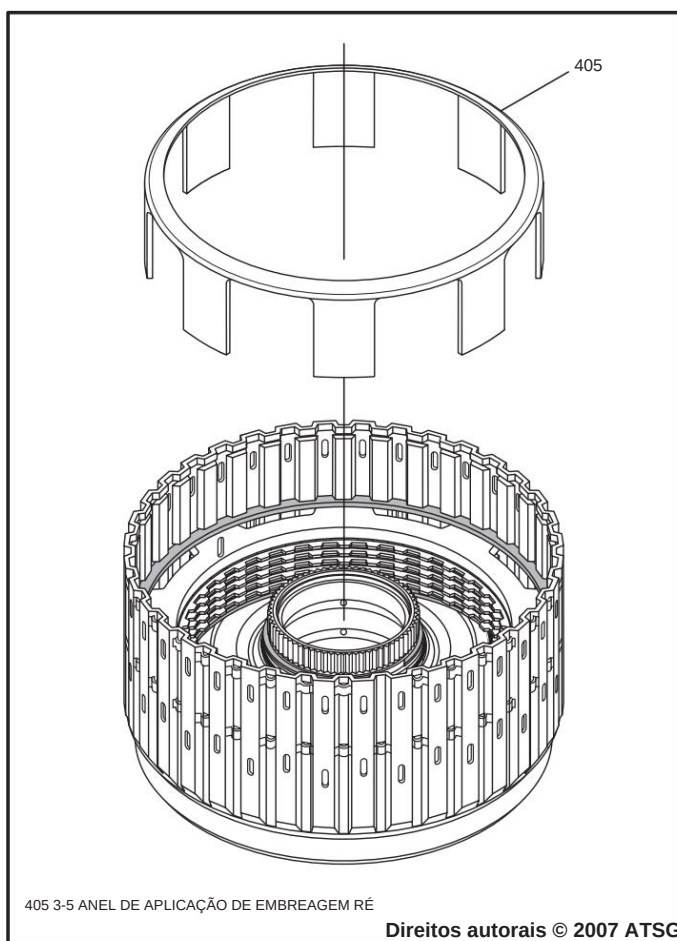

Figura 100
29. Instale o anel de aplicação da embreagem de ré 3-5 com pernas descendo entre a placa de apoio 1-2-3-4 e a caixa, conforme mostrado na Figura 100.